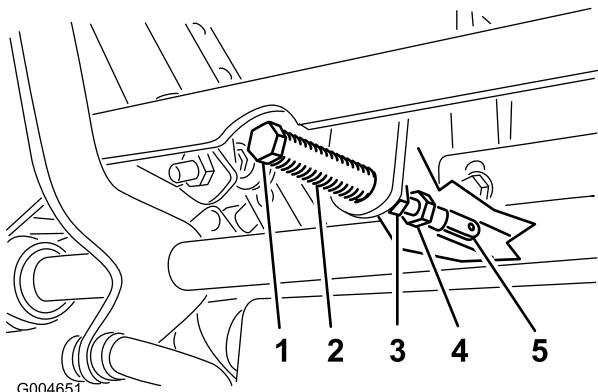

Figura 61
- Tire hacia atrás de la palanca hasta que el pasador (en el brazo situado encima del eje pivotante) entre en contacto con el extremo de la ranura (empezando justo a tensar el muelle) (Figura 61).
- Si es necesario un ajuste, afloje la tuerca y la contratuerca contra la horquilla (Figura 61).
- Aplique una ligera presión hacia atrás en la palanca de control de movimiento, y gire la cabeza del perno de ajuste en el sentido apropiado hasta que la palanca de control esté centrada en posición de bloqueo/punto muerto (Figura 61).
- Apriete la tuerca y la contratuerca (Figura 61).
9. Apriete las contratuercas de las articulaciones esféricas (Figura 61).